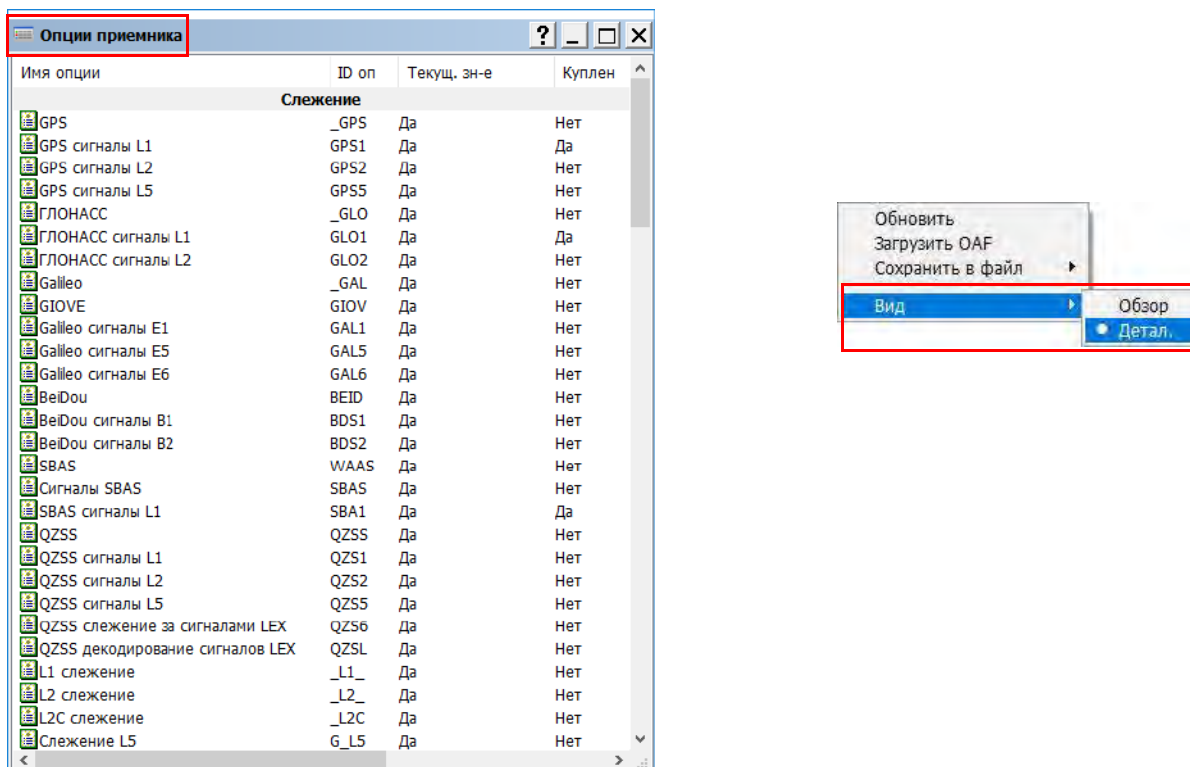

Рисунок 5-10: Дополнительные сведения OAF
10. Для просмотра подробных сведений об OAF, кликните правой кнопкой мыши в окне **Опции приемника** и выберите **Вид > Детал.** (Рисунок 5-10).